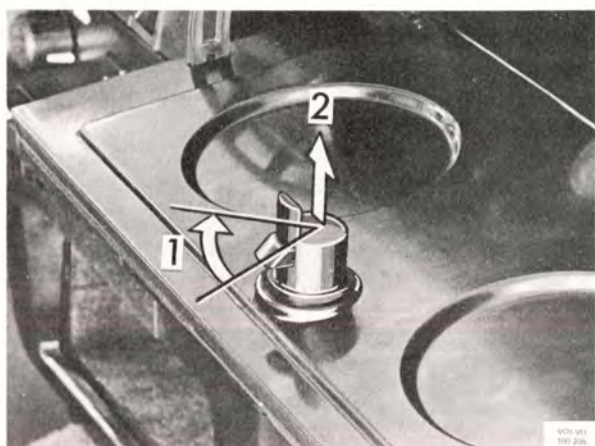

Bild 8-37. Demontering av handskfackslås
1. Vrid låset ca 45°, bild 8-37, och dra ut låset bakåt.